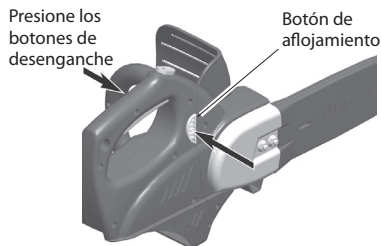

Figura 21- Separe el mango principal del cabezal motriz
2. Para separar el mango principal del cabezal motriz de la motosierra presione ambos botones de desenganche del mango principal y separe (vea la figura 21).